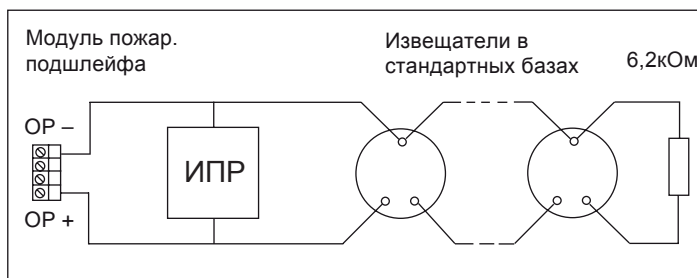
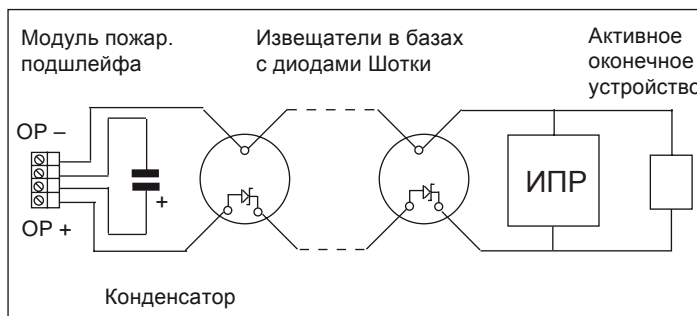

Рис.2. Подключение пожарного подшлейфа - оконечный резистор 6,2кОм; стандартные базы
Рис.3. Подключение пожарного подшлейфа - активное оконечное устройство, базы с диодами Шоттки
Для контроля цепи пожарного подшлейфа на обрыв или замыкание используется оконечный резистор 6,2кОм (Рис.2). Можно использовать активное оконечное устройство. При этом в монтажные базы устанавливаются диоды и к клеммам модуля подключается конденсатор емкостью 50мкФ (Рис.3).
- 5. Ручные пожарные извещатели (ИПР) могут располагаться в любом месте подшлейфа только при использовании активного оконечного устройства. Если используется оконечный резистор, то ИПР необходимо включать только между модулем и первым извещателем (Рис.2).*